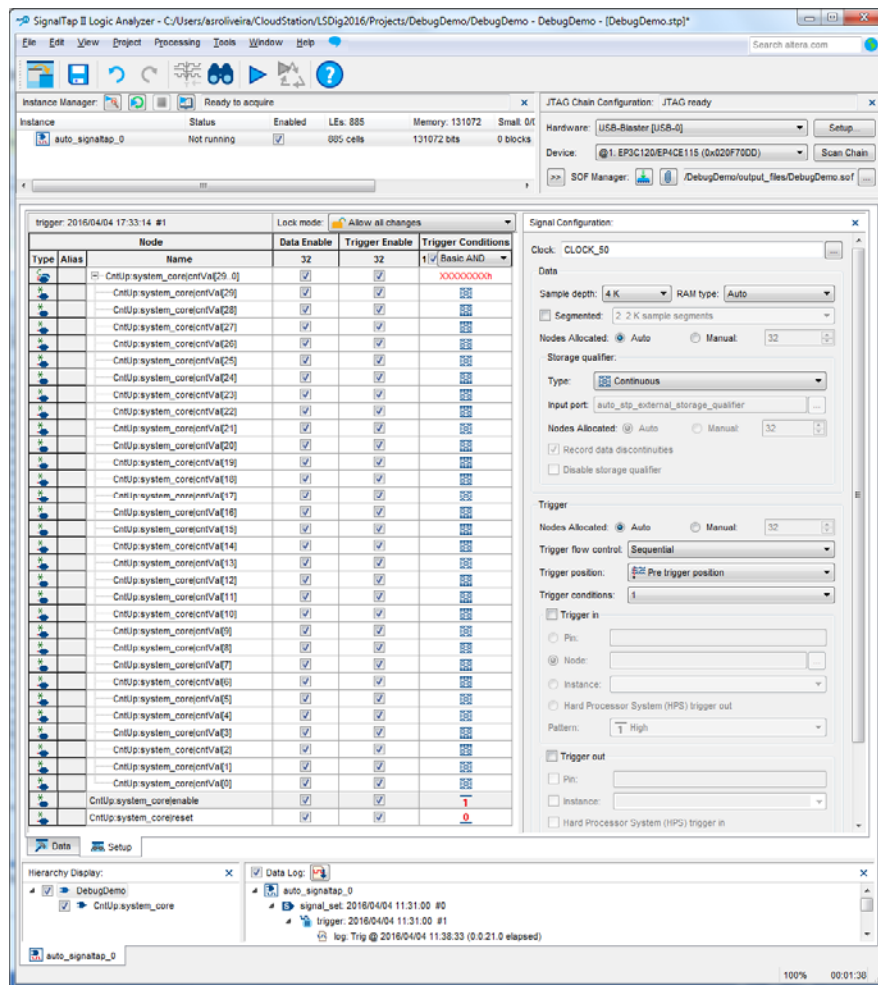
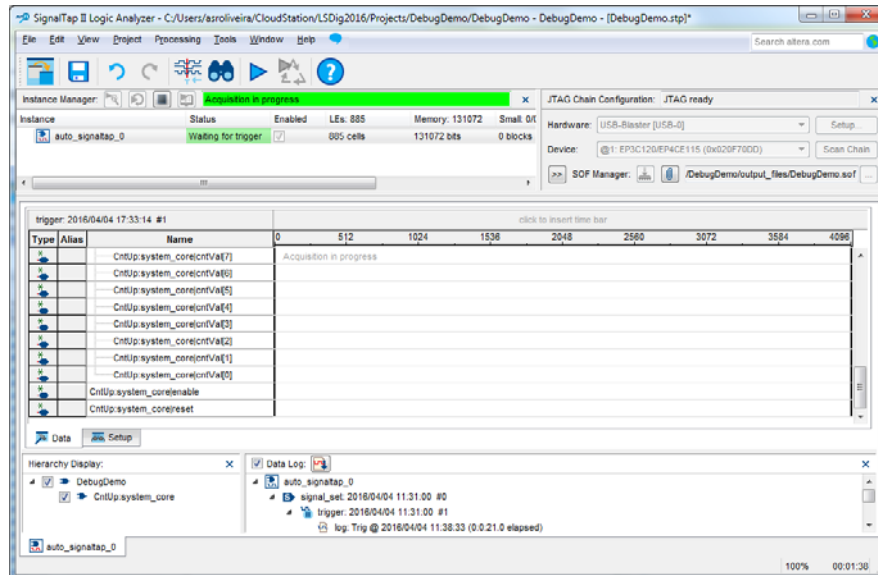
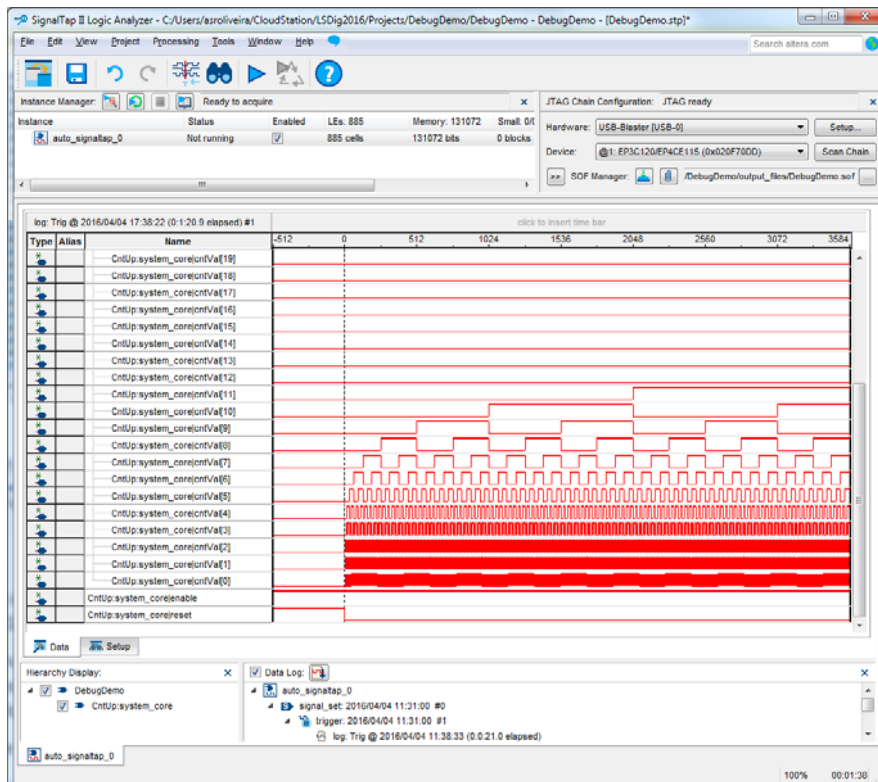

Figura 24 – Aspeto da aplicação “SignalTap II Logic Analyser” após programação da FPGA.
Figura 25 – Janela “Data” da aplicação “SignalTap II Logic Analyser” antes da captura (aguardar verificação da condição de disparo da captura).
Figura 26 – Janela “Data” da aplicação “SignalTap II Logic Analyser” depois da captura.
9. Após a programação da FPGA (Figura 24) mude a janela principal da aplicação “SignalTap II Analyser” de “Setup” para “Data” (Figura 25). Neste ponto está tudo configurado e preparado para ser iniciada a captura de amostras dos sinais pretendidos. Para tal, basta selecionar o comando “Processing → Run Analysis” e de seguida desativar a entrada de “reset” e ativar a entrada de “enable” do contador de forma a que seja satisfeita a condição de *trigger* e iniciada a captura dos sinais pretendidos. Uma vez recolhidas 4K amostras de cada sinal, os respetivos valores são transferidos para o computador e visualizados na aplicação “SignalTap II Analyser” (Figura 26).